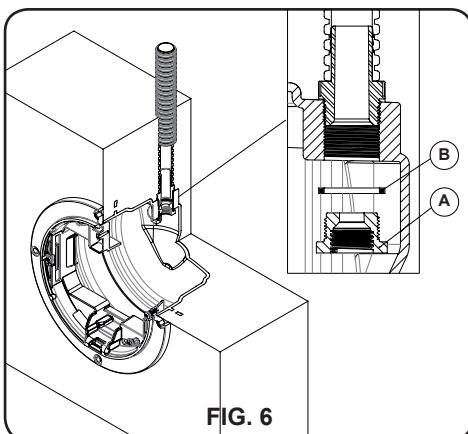

FIG. 6
3. Instalar o corpo do bucim (A) pelo interior do nicho com a junta plana (B). Pode reforçar a rosca com teflon (Fig. 6 -7).